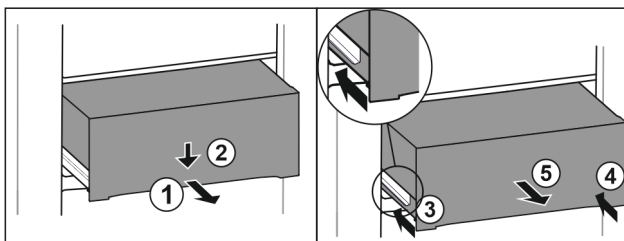

Fig. 104
- ▶ Витягніть ящик на половину. Fig. 104 (1)
- ▶ Спрямуйте висувний ящик вниз спереду. Fig. 104 (2)
- ▶ Вставте ліву рейку приблизно на 2 см. Fig. 104 (3)
- ▶ Вставте праву рейку приблизно на 2 см. Fig. 104 (4)
- ▶ Вийняти висувний ящик рухом вперед. Fig. 104 (5)